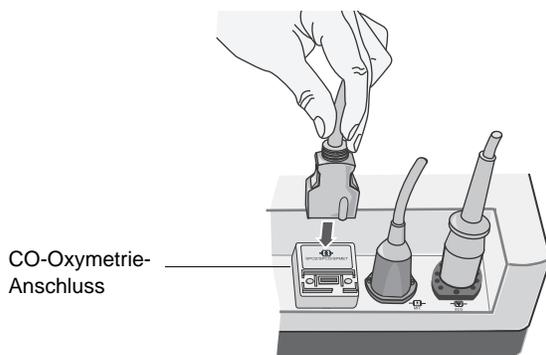

Abbildung 2
4. Schließen Sie das Patientenkabel am CO-Oxymetrie-Anschluss an der Rückseite des E Series Geräts an (siehe Abbildung 2).
- Schließen Sie das Patientenkabel am CO-Oxymetrie-Anschluss auf der Rückseite des E Series Geräts an, wie in Abbildung 2 auf Seite 4 dargestellt.
8. Schließen Sie das Patientenkabel am CO-Oxymetrie-Anschluss auf der Rückseite des E Series Geräts an, wie in Abbildung 2 auf Seite 4 dargestellt.